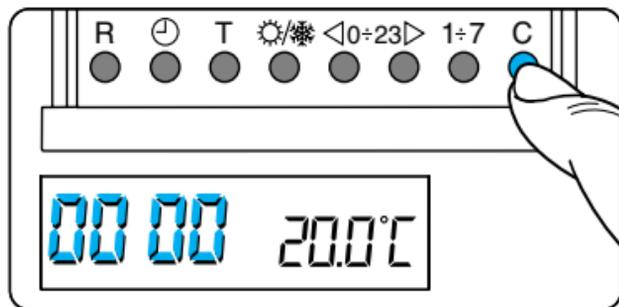

Fig. 59
11.1 - Per controllare il dato portare l'apparecchio in modo MANUALE mediante il pulsante  (fig. 58) estrarre il corpo dell'apparecchio e quindi premere il pulsante **C** (fig. 59).